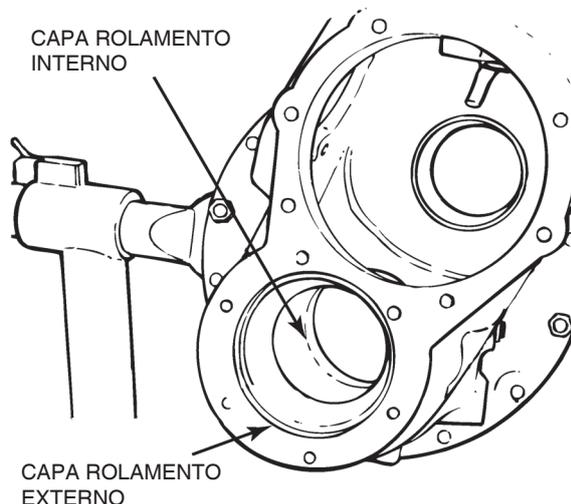

Figura 3.53
3. Se necessário, remova as capas dos rolamentos interno e externo da caixa do diferencial. Use um martelo e um pino para remover as capas da caixa do diferencial. Substitua qualquer espaçador que esteja danificado. Meça e registre a espessura do pacote de espaçadores para remontagem. Figura 3.53.